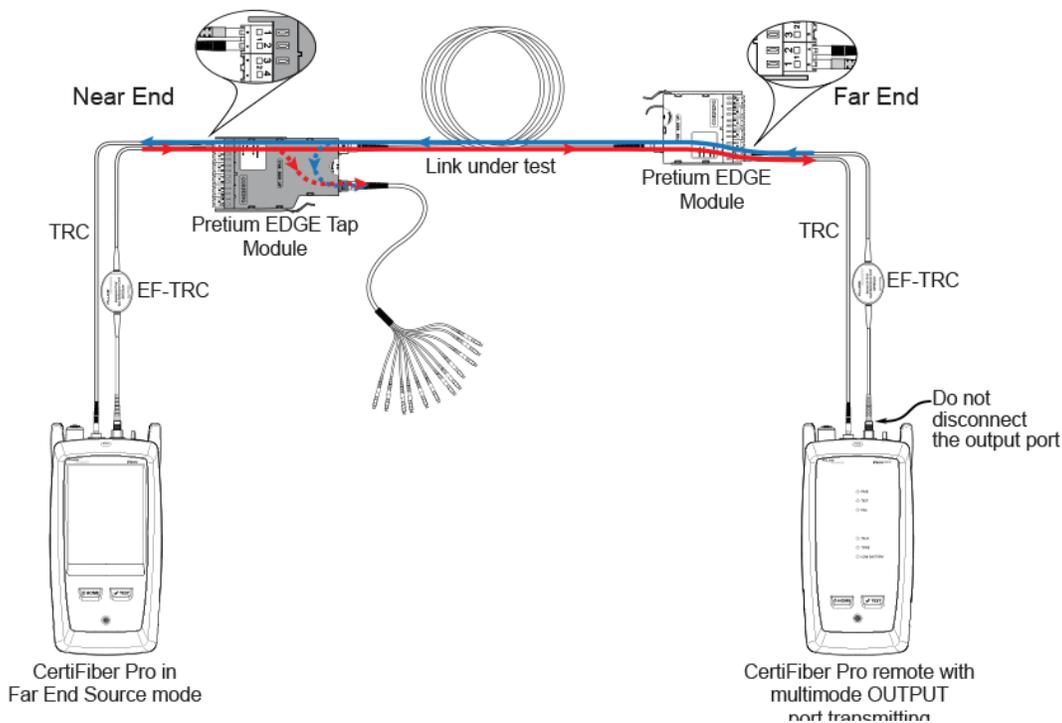

図 4. ネットワーク・リンク・テストの接続
2. 図 4 に従って、TRC をリンクの近端および遠端に接続します。